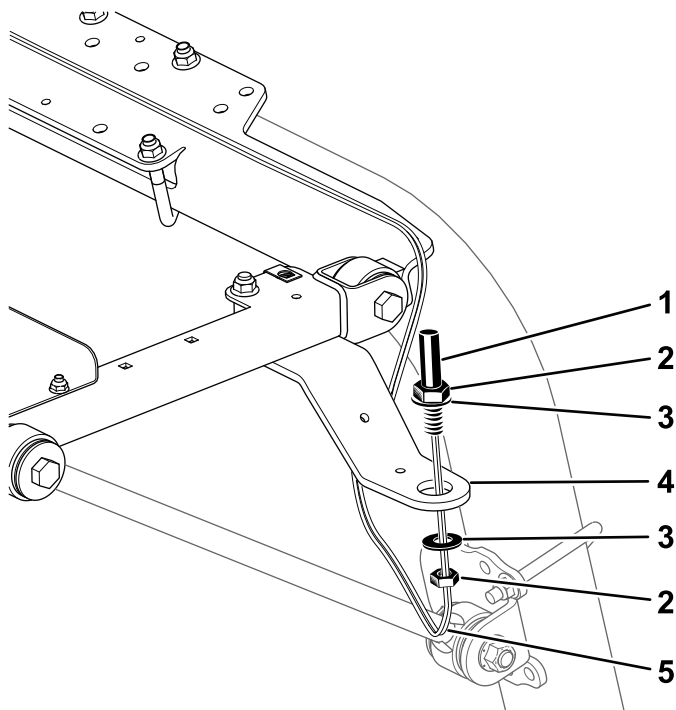

Figure 8
5. Montez la douille du gyrophare sur le support, comme montré à la Figure 8.